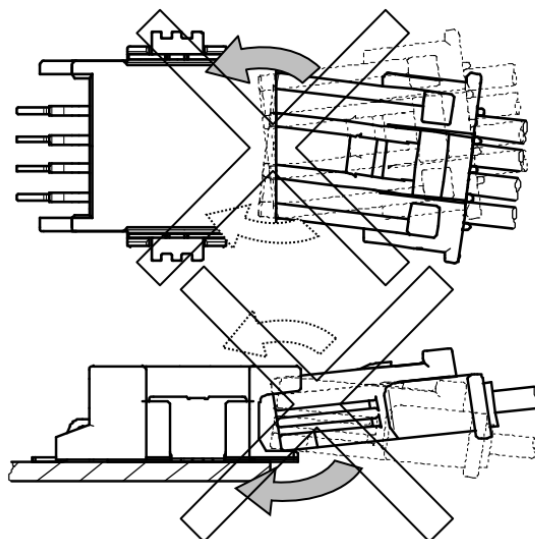

図8. こじり嵌合例
- ・ MハウジングとFハウジングのロック部の向きを揃え、真っ直ぐ（水平）に嵌合させて下さい。斜めにこじる様に嵌合すると、端子やハウジングが変形、破損し、接触不具合の原因となります（図8）。